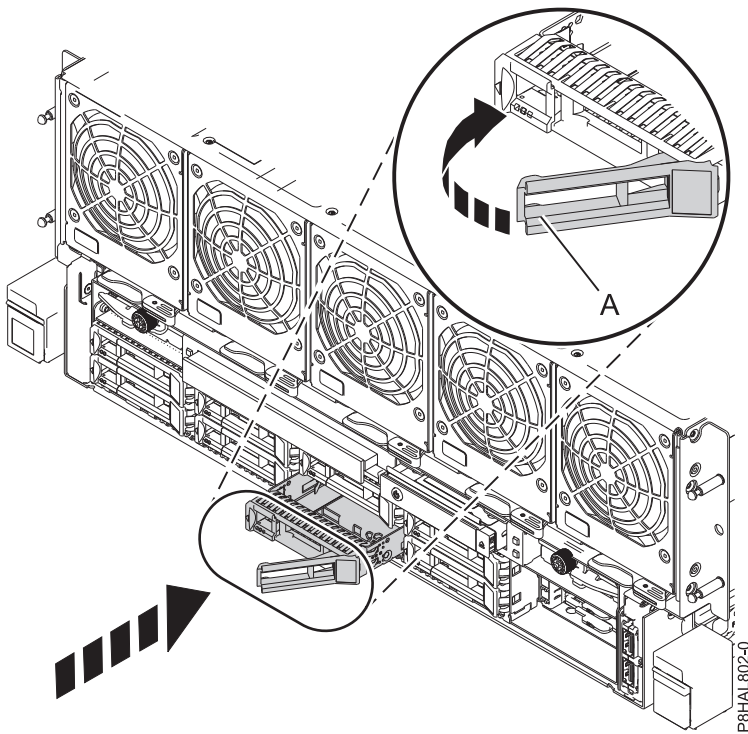

Figura 24. Sustitución de una unidad de disco en un sistema de 8408-44E o 8408-E8E
3. Desbloquee el asa de la bahía de unidad (A) ejerciendo presión y tirando de ella hacia usted. Si el asa no está extendida del todo, la unidad no entra en el sistema. Consulte la Figura 24.
7. Cuando el LED de identificación se encienda de manera fija, deslice la unidad hasta el fondo del sistema y empuje hacia adentro el asa de la portadora de unidad (A) hasta que quede encajada, como se muestra en la siguiente figura.